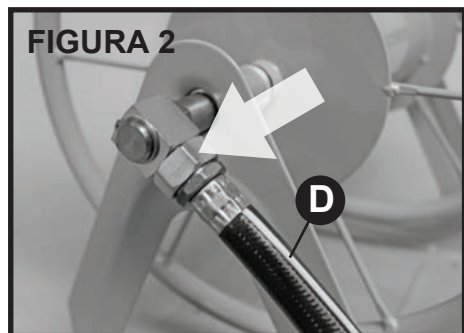

FIGURA 2
2. Una la manguera inicial (C) al conector giratorio del carrete para manguera. **Figura 2**